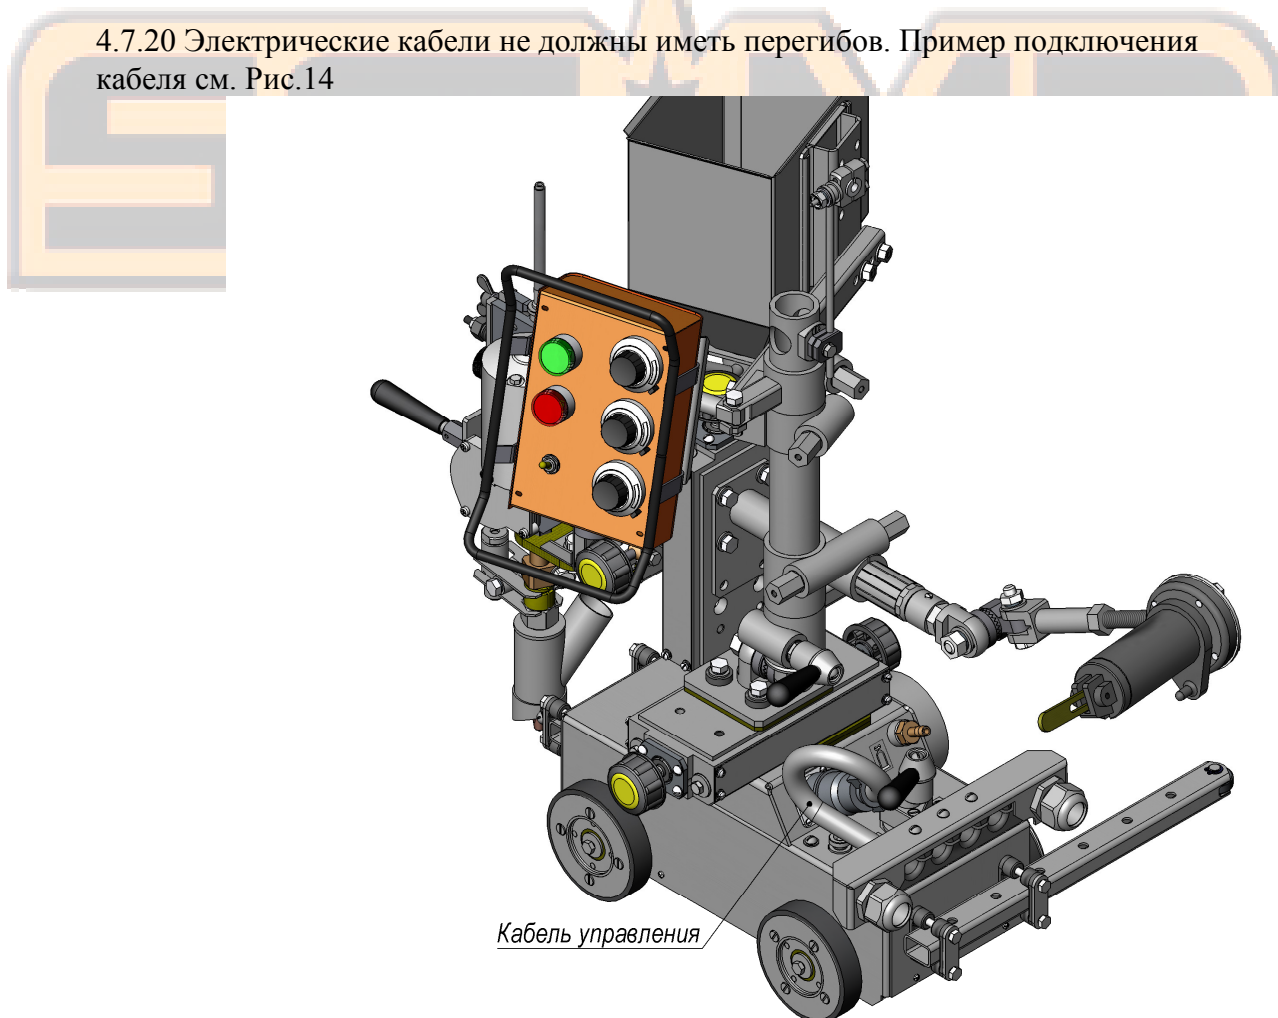

Рис.14
4.7.20 *Электрические кабели не должны иметь перегибов. Пример подключения кабеля см. Рис.14*